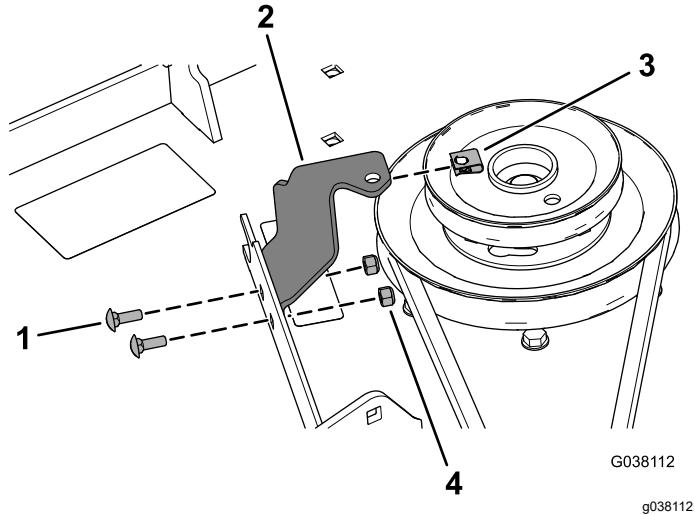

Figure 24
12. Fixez le support du protège-courroie sur le tablier de coupe à l'aide de 2 boulons de carrosserie (1/4 x 3/4 po) et de 2 contre-écrous (1/4 po), comme montré à la Figure 24.
13. Placez l'écrou rapide sur le support du protège-courroie (Figure 24).